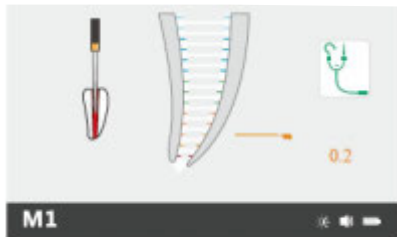

Рис. 16 Интерфейс режима M1
- Движение эндофайла в канале зуба отображается с левой стороны рабочей области ЖК - экрана (Рис. 16).